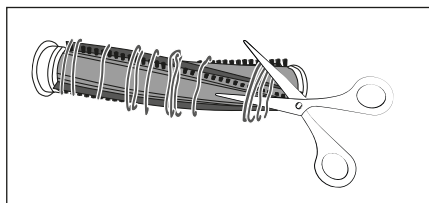

Fig. 24
- 4) Corte los hilos y pelos enganchados a lo largo de las cerdas del rodillo de cepillos ①9 con unas tijeras (consulte la fig. 24). Retire los hilos y pelos del rodillo de cepillos ①9.